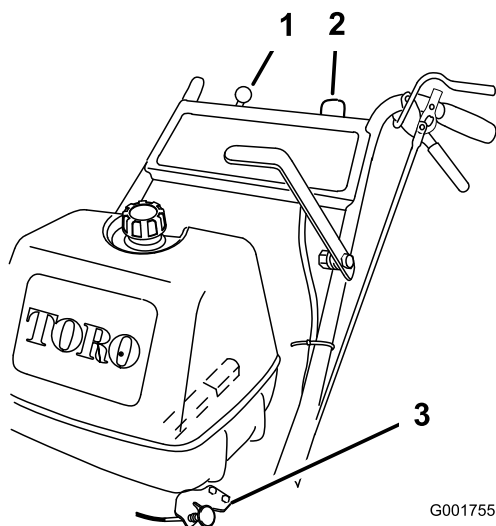

Figure 6
- Placez la commande d'accélérateur en position BAS RÉGIME (Figure 6).